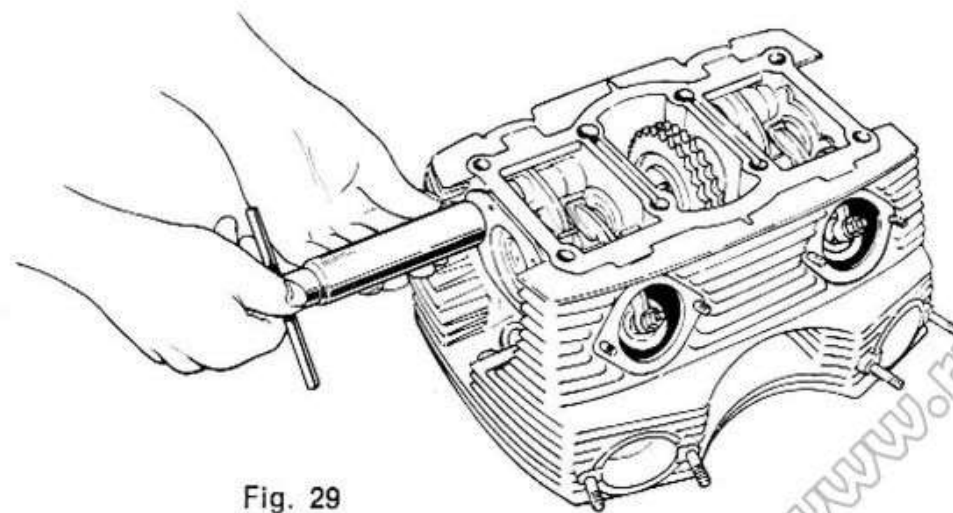

Fig. 29
6) Con un apposito estrattore levare i quattro spinotti e sfilare i bilancieri (fig. 29).